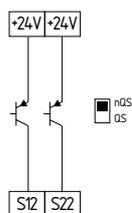

Fig. 13
**Control mediante dos canales de resguardos de seguridad (basados en microprocesadores) con salidas de semiconductor tipo p, p.ej. AOPDs según IEC 61496 (véase fig. 13)**